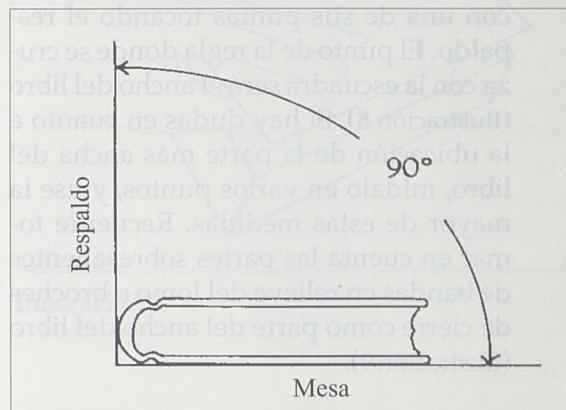

Ilustración 6
1. Busque una superficie de trabajo completamente plana con una pared o superficie vertical en uno de sus lados: una mesa contra una pared, por ejemplo, o un ladrillo sobre una mesa son dos posibilidades. En las instrucciones siguientes, esta superficie vertical se denominará respaldo (Ilustración 6).